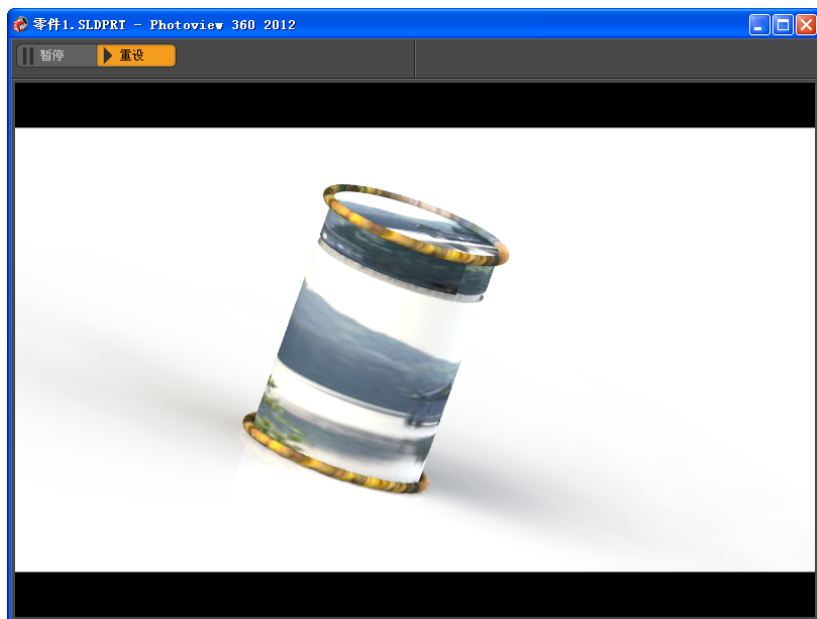

图 8-88 渲染结果
(17) 选择菜单栏“PhotoView 360”→“预览渲染”命令，弹出“零件 1.SLDPRT-Photoview 360 2012”对话框，进行渲染，完成渲染后弹出“最终渲染”对话框，显示渲染结果，如图 8-88 所示。